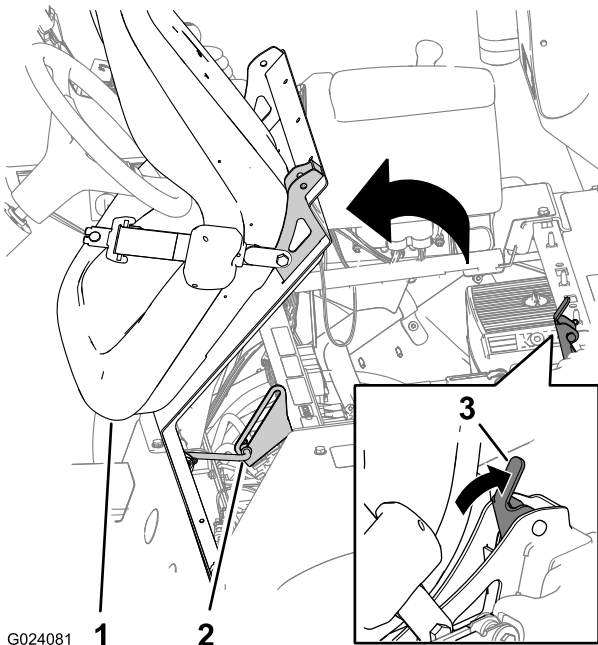

Figure 2
2. Déverrouillez le siège en poussant la poignée de verrouillage vers l'arrière (Figure 2).
3. Faites pivoter le siège et son plateau vers l'avant jusqu'à ce que l'extrémité de la béquille s'engage au bas de la rainure du support (Figure 2).